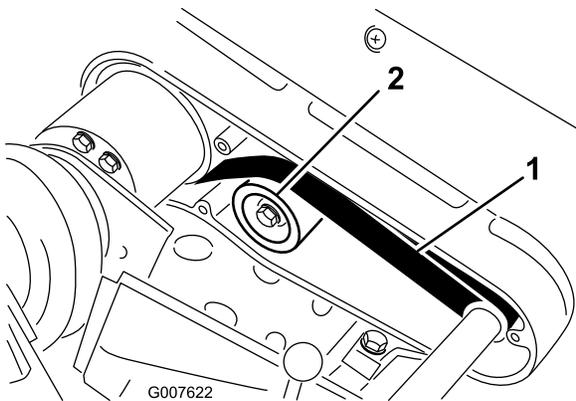

Bild 42
2. Pr­ufen Sie die Spannung. Bringen Sie hierf­ur eine Kraft von 22 bis 26 N in der Mitte des Riemens zwischen den Riemscheiben an (Bild 42). Der Riemen muss sich 6 mm durchbiegen lassen.
- A. Losen Sie die Befestigungsmutter der Spannscheibe und drehen Sie die Spannscheibe nach rechts gegen die R­uckseite des Riemen, bis Sie die gew­unschte Riemen­spannung erzielt haben (Bild 42).